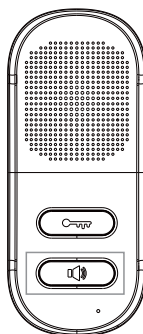

FIGURA 02
02. Para atender, basta pressionar o botão de “**comunicação**” (símbolo de auto-falante), do módulo interno como na figura 02, para que a comunicação seja iniciada.